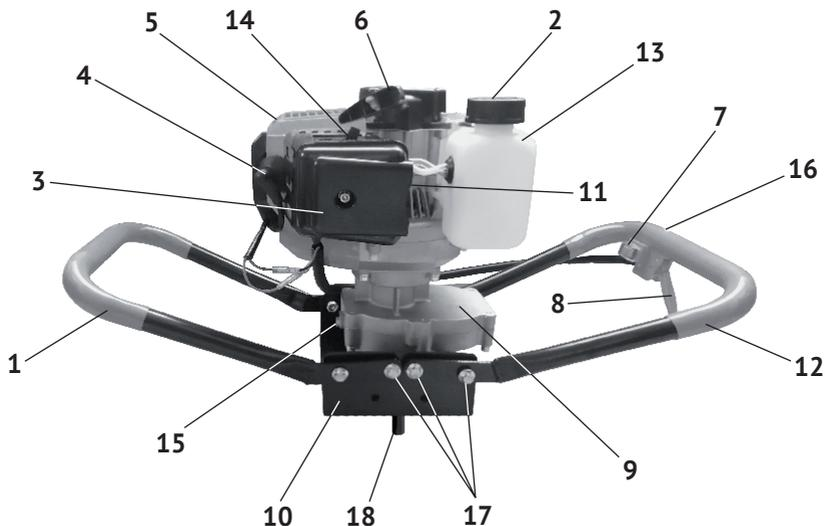

рис. 1
2.4 Общий вид бензобура представлен на рис.1
3.1 Металлический редуктор бензобура (рис.1 поз.9) с двигателем и рукоятками (рис.1 поз.1 и 12) закреплены на стальной соединительной планке (рис.1 поз.10). Соосный с валом двигателя шестерёнчатый редуктор понижает частоту вращения, что приводит к увеличению крутящего момента на выходном валу (рис.1 поз.18). На выходной вал стандартного размера (\varnothing 20мм) крепится рабочий инструмент бензобура: шнеки для бурения скважин в грунте или лунок во льду.
3.2 Бензобур оснащён одноцилиндровым двухтактным двигателем внутреннего сгорания с вертикальным расположением коленчатого вала. Двигатель имеет карбюраторную систему питания. Пуск двигателя осуществляется ручным тросовым возвратным стартером (рис.1 поз.6).
- затянуть (если не установлен) винтом (рис.1 поз.16) на правую рукоятку (рис.1 поз.12) в удобном для работы положении блок управления (выключатель зажигания, рычаг газа).
Открутите крышку (рис.1 поз.2) топливного бака. Заливайте топливо в бак не более чем на 1 см ниже уровня основания заливной горловины. Перед запуском двигателя тщательно протрите топливный бак, удалив возможные при заправке брызги топлива.
6.1.2 При нажатии на рычаг дроссельной заслонки (рис.1 поз.8), увеличатся обороты двигателя и, после срабатывания центробежного сцепления, шнек начнет вращаться. Скорость вращения шнека регулируется усилием, приложенным к рычагу дроссельной заслонки.